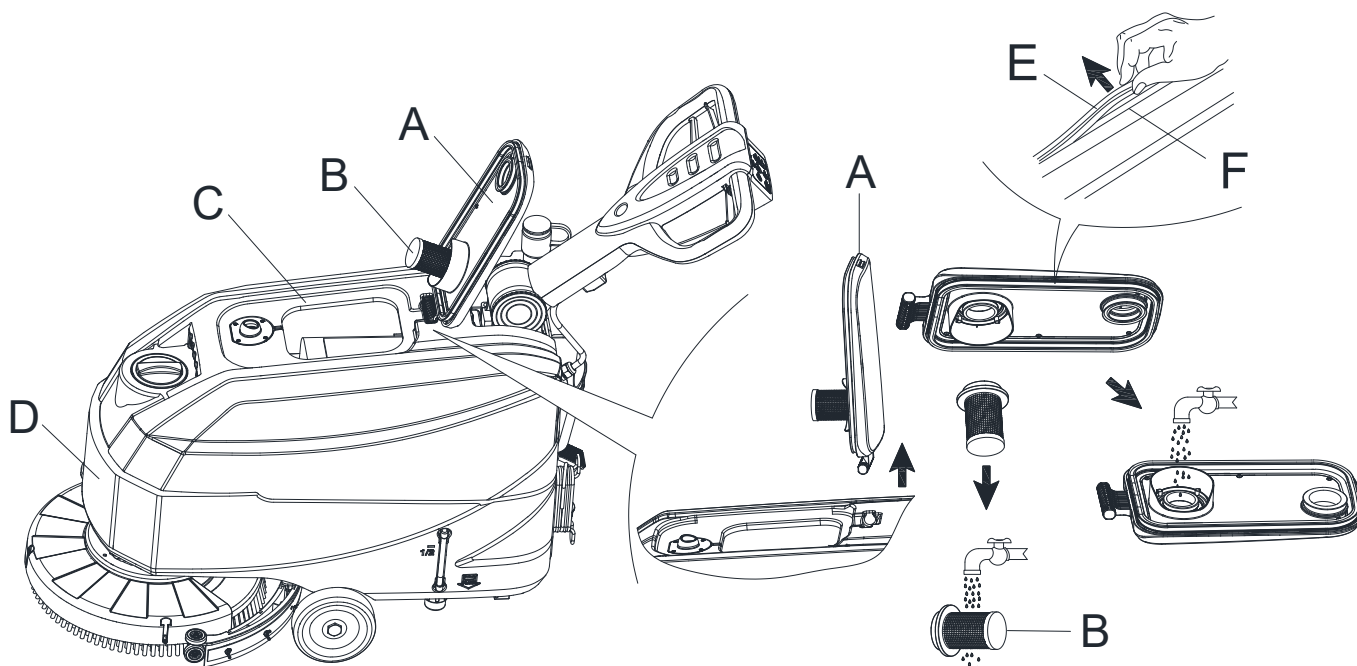

Figura 17
3. Gire la tapa del depósito de recogida (A, Figura 17) a 90 grados, donde se lo pueda quitar depósito de recogida y luego quite el filtro de flotador de bola (B) de la tapa del depósito de recogida.
7. Compruebe si la superficie de contacto de la tira de sellado (E) está en buenas condiciones y si el sellado es suficiente. Si es necesario, saque la tira de sellado del depósito a través de la ranura (F) y reemplácela. Coloque una nueva tira de sellado como se muestra (en la Figura 17), la junta debe estar de vuelta en la zona media.
8. Cierre la tapa del depósito de recuperación (A).